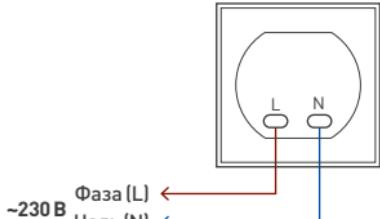

Рис. 1.
- 3.5. Подключите провода сетевого питания AC 230 В к контактам розетки в соответствии со схемой [рис. 1]: L (фаза) — коричневый, N (нейтраль) — синий.